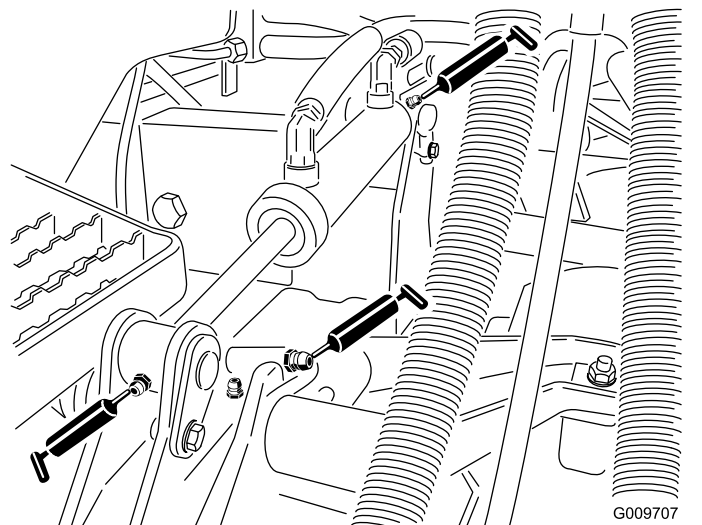

Bild 36
- Hubarmbüchsen (1 pro Mähwerk), wie in Bild 36 abgebildet
- Hubzylinder-Büchsen (2 pro Mähwerk), wie in Bild 36 abgebildet